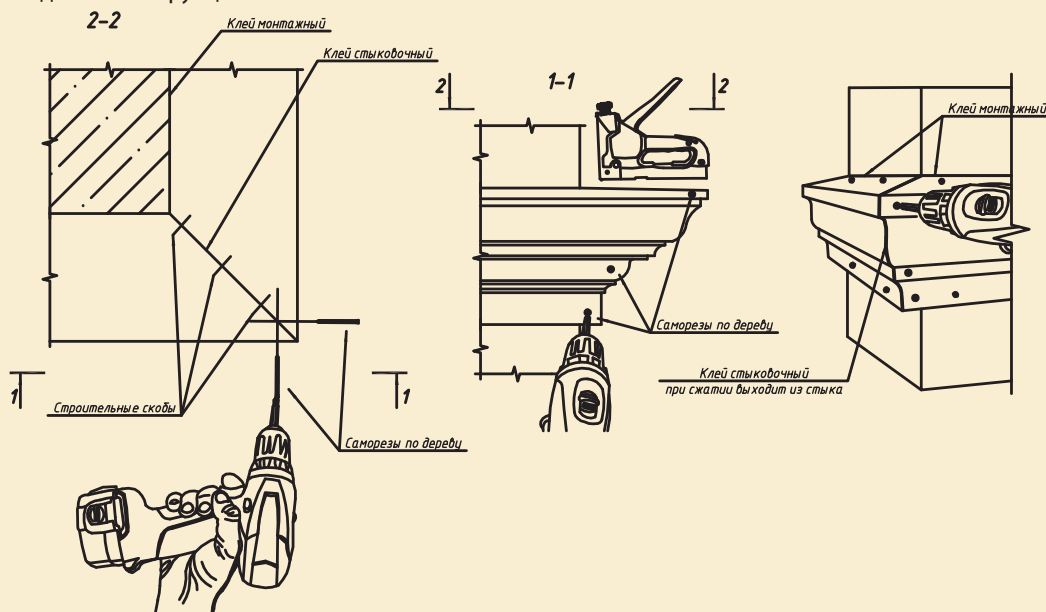

Рис. 3.4
3.1.1. Запилите изделия под необходимым углом, под углом  $45^\circ$  — для прямых углов. Используйте стусло, распиловочный ящик, дисковую торцевую пилу или самостоятельно выполните разметку на изделии с использованием лазерного уровня. Состыкуйте изделия на углу здания, на уровне отметок (рис. 3.4).